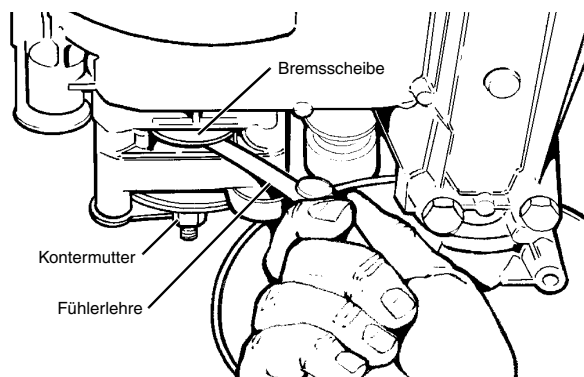

ABBILDUNG 27
- Eine 0,25 mm Fühlerlehre zwischen Bremsscheibe und Bremsbelag einführen (siehe ABBILDUNG 27). Die Distanzscheiben sollten mit leichter Interferenz gleiten.